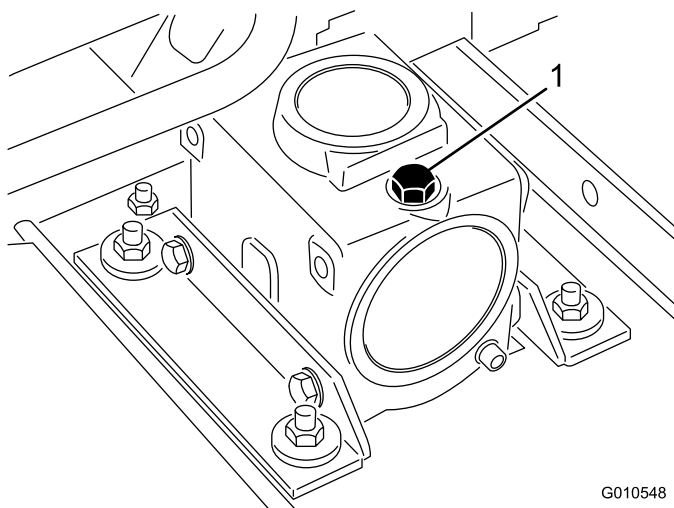

Figure 12
2. Retirez le bouchon de remplissage-jauge au sommet du boîtier d'engrenages (Figure 12) et vérifiez que le niveau de lubrifiant se situe entre les repères sur la jauge. Si le niveau de lubrifiant est bas, ajoutez suffisamment de lubrifiant pour faire monter le niveau entre les repères.